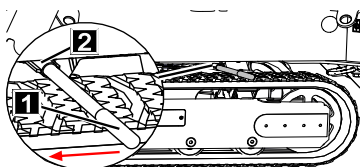

Fig. 87
5. Insérer le levier manuel (Fig.87/1) dans le verrouillage (Fig.87/2).
6. Desserrer le verrouillage en appuyant sur le levier de la pompe manuelle (Fig.87/1) dans le sens de la flèche.